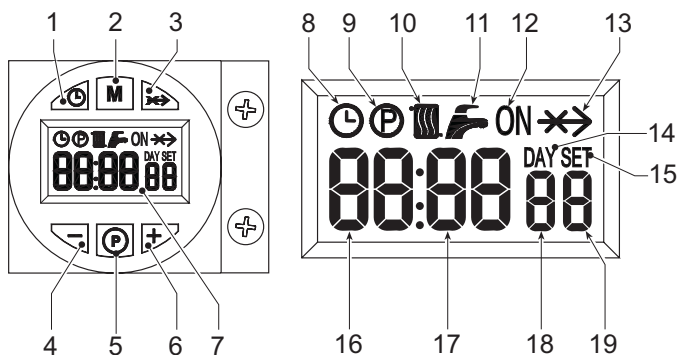

fig. 1 - Pannello comandi
La richiesta d'accensione (generata alla chiusura del contatto sui morsetti 7-8 (vedi fig. 17), in condizioni di default setting) è indicata dall'attivazione del simbolo radiatore (part. 10 - fig. 1).
1. Premere il pulsante impostazione giorno/ora (part. 1 - fig. 1).
2. Sul display (part. 7 - fig. 1), le icone OROLOGIO e DAY lampeggiano: impostare il giorno corrente della settimana attraverso i tasti + e - (part. 4 e 6 - fig. 1), considerando che 1=Lunedì, 7=domenica. Confermare il giorno attraverso la pressione del pulsante impostazione giorno/ora (part. 1 - fig. 1).
3. Sul display (part. 7 - fig. 1), le due cifre dell'ORA ATTUALE e l'icona OROLOGIO lampeggiano: impostare l'ora esatta attraverso i tasti + e - (part. 4 e 6 - fig. 1), da 00 a 23. Confermare l'ora attraverso la pressione del pulsante impostazione giorno/ora (part. 1 - fig. 1).
4. Sul display (part. 7 - fig. 1), le due cifre dei MINUTI ATTUALI e l'icona OROLOGIO lampeggiano: impostare i minuti esatti attraverso i tasti + e - (part. 4 e 6 - fig. 1), da 00 a 59. Confermare i minuti attraverso la pressione del pulsante impostazione giorno/ora (part. 1 - fig. 1). Funzionamento Riscaldamento Automatico, Manuale On, Manuale Off
Premendo il pulsante selezione modalità funzionamento (part. 2 - fig. 1) è possibile impostare il:
1. In Funzionamento Automatico, sul display (part. 7 - fig. 1), è visualizzata l'icona OROLOGIO. La richiesta d'attivazione e di disattivazione del bruciatore dipende dal programma settimanale impostato. Nella fascia oraria di richiesta, sul display (part. 7 - fig. 1), è visualizzata anche l'icona ON.
2. In Funzionamento Manuale On, sul display (part. 7 - fig. 1), è visualizzata solo l'icona ON. Il bruciatore risulta sempre in richiesta.
3. In Funzionamento Manuale Off, sul display (part. 7 - fig. 1), non è visualizzata né l'icona ON, né l'icona OROLOGIO. Il bruciatore risulta spento.
Il programma settimanale è pre-impostato con 3 fasce orarie di ON e 3 fasce orarie di OFF: uguali per ogni giorno della settimana. Nella fascia oraria di richiesta, sul display (part. 7 - fig. 1), è visualizzata l'icona ON.
1. Premere il pulsante Programmazione "P" (part. 5 - fig. 1)
2. Selezionare il giorno da programmare attraverso i tasti + e - (part. 4 e 6 - fig. 1):
3. Premere il pulsante Programmazione "P" (part. 5 - fig. 1):
- Utilizzare i tasti + e - (part. 4 e 6 fig. 1) per modificare l'inizio della 1st fascia oraria di ON; esempio 06:00Premere il pulsante Programmazione "P" (part. 5 - fig. 1)
- Utilizzare i tasti + e - (part. 4 e 6 fig. 1) per modificare l'inizio della 1st fascia oraria di OFF; esempio 09:00Premere il pulsante Programmazione "P" (part. 5 - fig. 1)
- Utilizzare i tasti + e - (part. 4 e 6 fig. 1) per modificare l'inizio della 2st fascia oraria di ON; esempio 12:30Premere il pulsante Programmazione "P" (part. 5 - fig. 1)
- Utilizzare i tasti + e - (part. 4 e 6 fig. 1) per modificare l'inizio della 2st fascia oraria di OFF; esempio 14:00Premere il pulsante Programmazione "P" (part. 5 - fig. 1)
- Utilizzare i tasti + e - (part. 4 e 6 fig. 1) per modificare l'inizio della 3st fascia oraria di ON; esempio 16:00Premere il pulsante Programmazione "P" (part. 5 - fig. 1)
- Utilizzare i tasti + e - (part. 4 e 6 fig. 1) per modificare l'inizio della 3st fascia oraria di OFF; esempio 23:30Premere il pulsante Programmazione "P" (part. 5 - fig. 1)
11. Premere il pulsante Programmazione "P" (part. 5 - fig. 1) per 3 secondi, si esce dalla modalità programmazione.
L'accesso al menù parametri avviene premendo il pulsante programmazione "M" (part. 2 - fig. 1) per 5 secondi. Viene visualizzato il parametro "u01": identificato dalla scritta SET 01. Premendo il pulsante "P" (part. 5 - fig. 1) sarà possibile scorrere la lista dei parametri.
Per modificare il valore di un parametro basterà premere i tasti + e - (part. 4 e 6 - fig. 1): la modifica verrà salvata automaticamente. Una volta modificato il parametro, è necessario attendere 3 secondi: il dato lampeggia e viene salvato.
Per uscire dal menù, premere il pulsante "selezione modalità funzionamento - M" (Part.2 - fig. 1) per 5 secondi.
L'accesso al menù parametri avviene premendo il pulsante programmazione "P" (part. 5 - fig. 1) per 10 secondi. Viene visualizzato il parametro "t01": identificato dalla scritta SET 01. Premendo il pulsante "P" (part. 5 - fig. 1) sarà possibile scorrere la lista dei parametri.